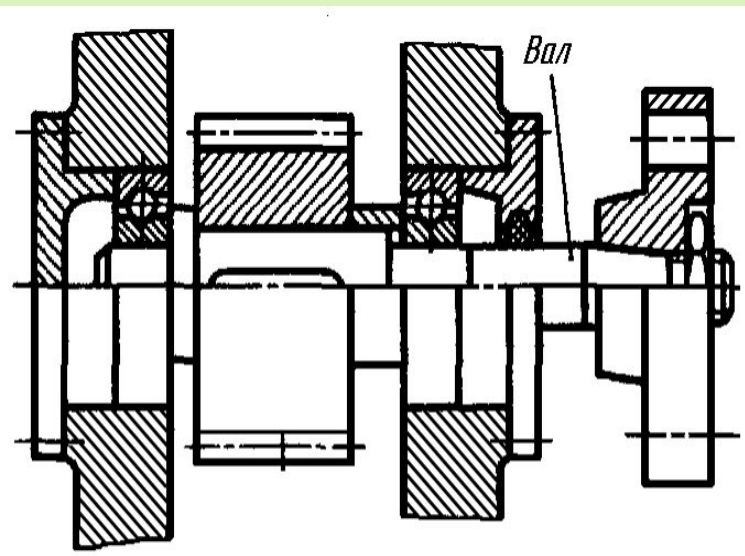

Рисунок 1 – Вал редуктора
Вал – деталь машины или механизма предназначенная для поддержания установленных на нем деталей и передачи вращающего момента (рисунок 1). При работе вал испытывает изгиб и кручение, в отдельных случаях – растяжение и сжатие.
2.1 *валы передач*, они несут на себе элементы, передающие вращающий момент (зубчатые или червячные колёса, шкивы, звёздочки, муфты и т.п.) и в большинстве своём снабжены концевыми частями, выступающими за габариты корпуса механизма (рисунок 1);